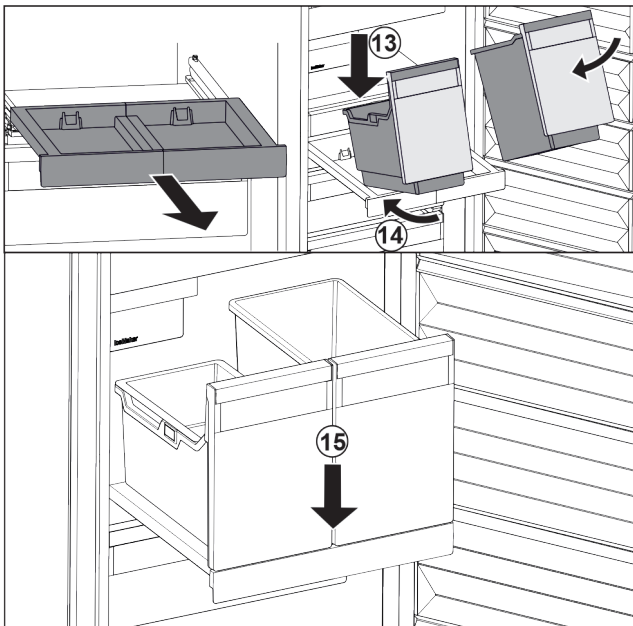

Fig. 57
- ▶ Bak schuin op het uitschuifplateau plaatsen. Fig. 57 (13)
- ▶ Bak er schuin naar achteren inschuiven. Fig. 57 (14)
- ▶ Bak aan voorzijde neerzetten. Fig. 57 (15)